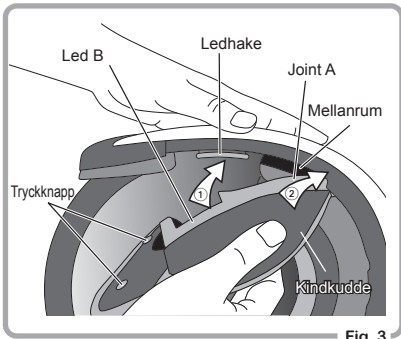

Fig. 3
- 2 Haka i leden B i ledhaken enligt anvisning i Fig.3.